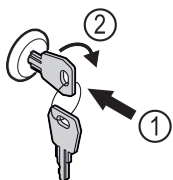

Fig. 113 Immagine a titolo di esempio
- Inserire la chiave Fig. 113 (1).
- Ruotare la chiave di 90° in senso orario Fig. 113 (2).